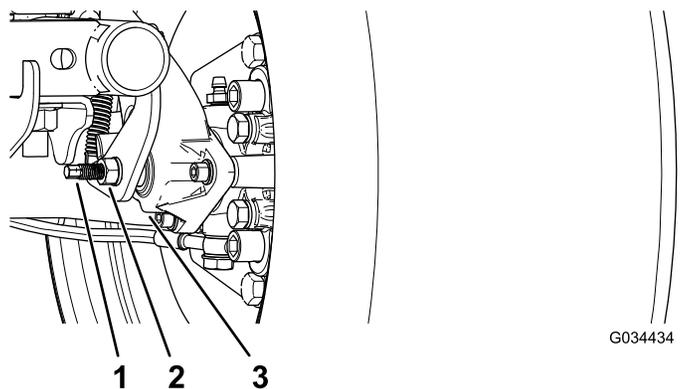

図 52
3. レンチを2本使用し、1本のレンチでキャリパの調整ポストが回らないように保持しながら、もう1本でジャムナットを1/4回転ゆるめる 図52。
4. 調整ポストとジャムナットを保持した状態で、調整ポストを回して締め付ける 図52。
5. 調整ポストとジャムナットを保持した状態で、1/4回転だけでもどす 図52。
6. 調整ポストとジャムナットを保持した状態で、ジャムナットを締め付ける 図52。